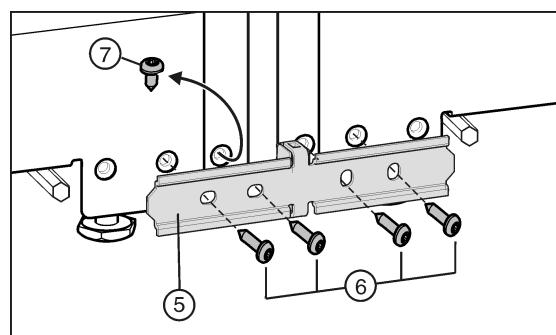

Fig. 24
- Si votre appareil a été équipé de la vis Fig. 24 (7) prémontée : dévisser la vis.
- Fixer la plaque de jonction Fig. 24 (5) provisoirement au moyen de deux vis Fig. 24 (6) à un appareil.